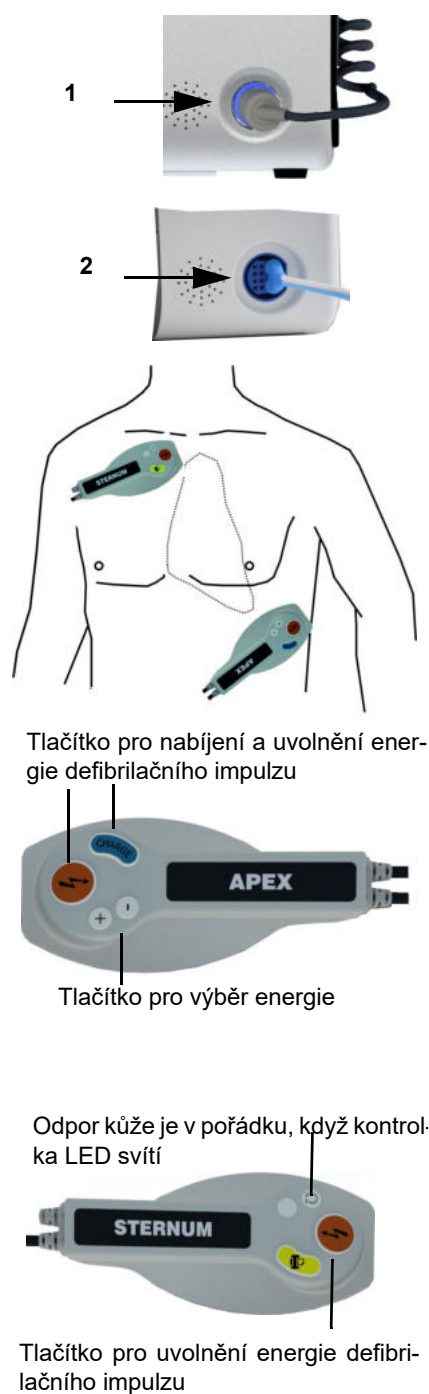

Fig. 5.2 Aplikace pádla
1. Ujistěte se, že jsou pádla (1) připojena. Pokud je to nutné, odpojte nejprve elektrody (2).
6. Aplikujte pádla podle znázornění v Fig. 5.2 Aplikace pádla: